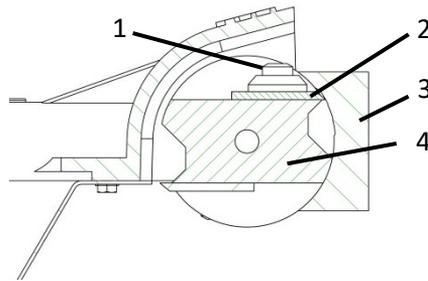

Fig. 13 : Réglage du couteau
- > Desserrez la vis du couteau (2 - Fig.13).
- > Poussez la lame (2 – Fig. 13) complètement en arrière.
- > Placez la jauge à couteaux (3 – Fig. 13) sur le cylindre (4 – Fig. 13) de manière à ce qu'elle repose sur les deux surfaces d'appui du cylindre en haut et en bas.